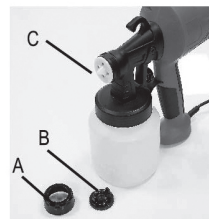

FIGURA 4
- 1) Afrouxe e remova a porca de travamento da tampa do bico (A) Figura 4.
- 2) Retire a tampa do bico (B).
- 3) Usando uma chave inglesa (não incluída), afrouxe o bico. (C) e substitua-o pelo bico desejado.